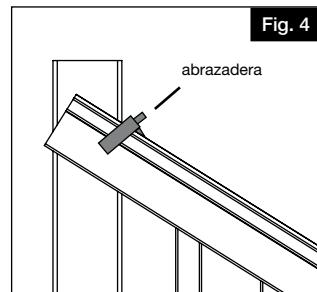

Fig. 4
- Coloque el tramo de barandal de escalera ya ensamblado junto a los postes instalados, dejando una distancia igual entre los extremos de los dos barrotes y fije el tramo de barandal a los postes (Fig. 4).